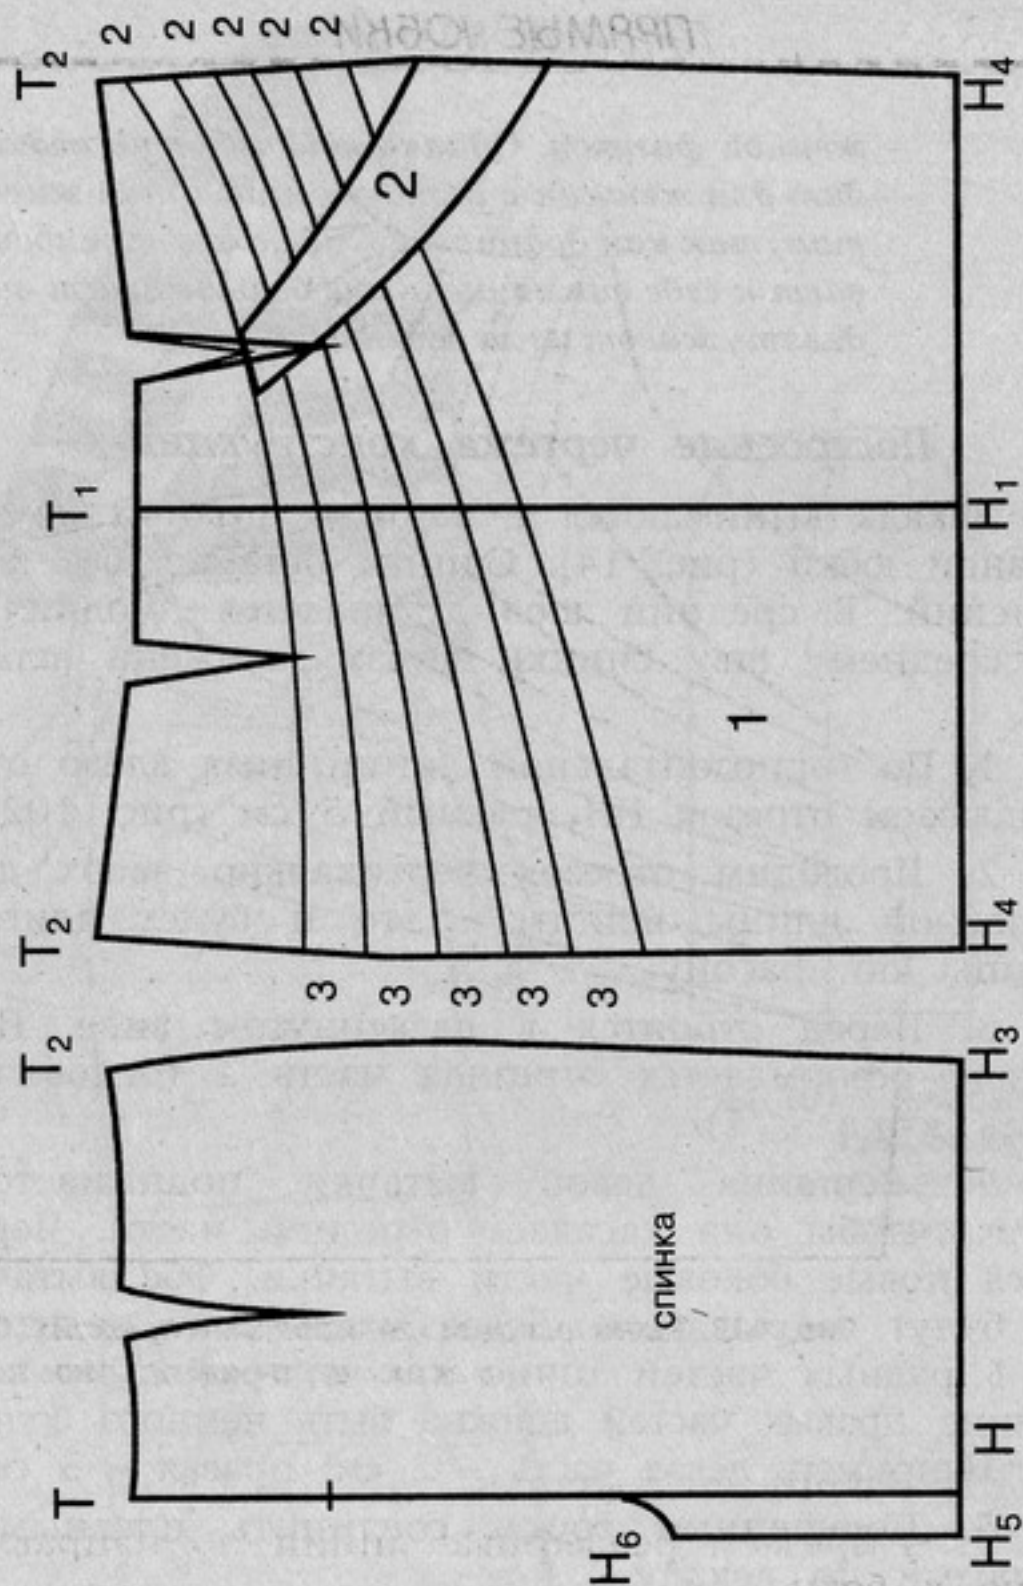

Рис. 102. Чертеж выкройки прямой юбки с асимметричной драпировкой
1. По горизонтальной линии низа влево откладываем отрезок $НН_5$ равный 5 см (рис. 102).